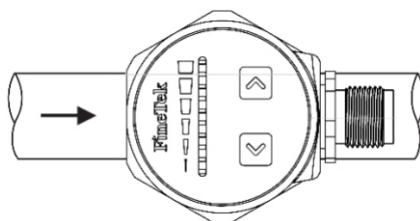

Рисунок 4
- (4) SP следует плотно затянуть, чтобы избежать утечки жидкости из трубы, которая может быть опасна. SP можно установить под любым углом; наилучшая чувствительность и скорость отклика будут при установке под углом, показанным на рис. 4.
- (5) В жидкости могут содержаться примеси или гранулы. Возможно, вам потребуется установить соответствующий фильтр перед датчиком, чтобы защитить его от столкновений или износа, которые могут сократить срок его службы.